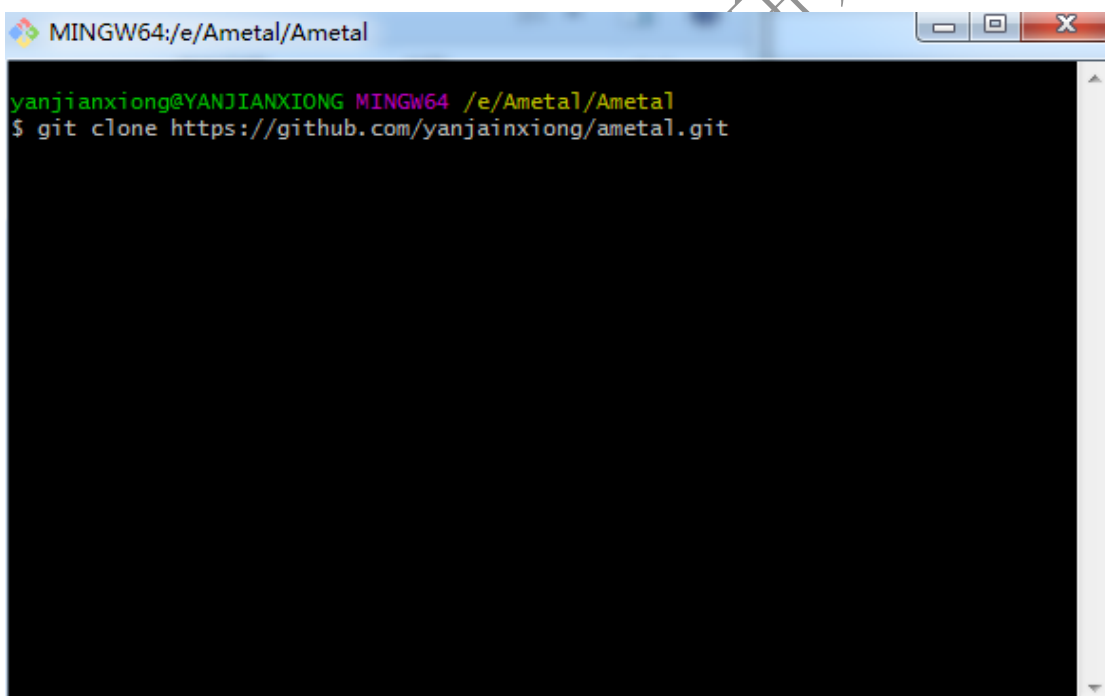

图 15 克隆源码到本地
7. 在该目录下，右键，然后点击 Git bash here，运行 Git clone 命令，如图 15 所示。